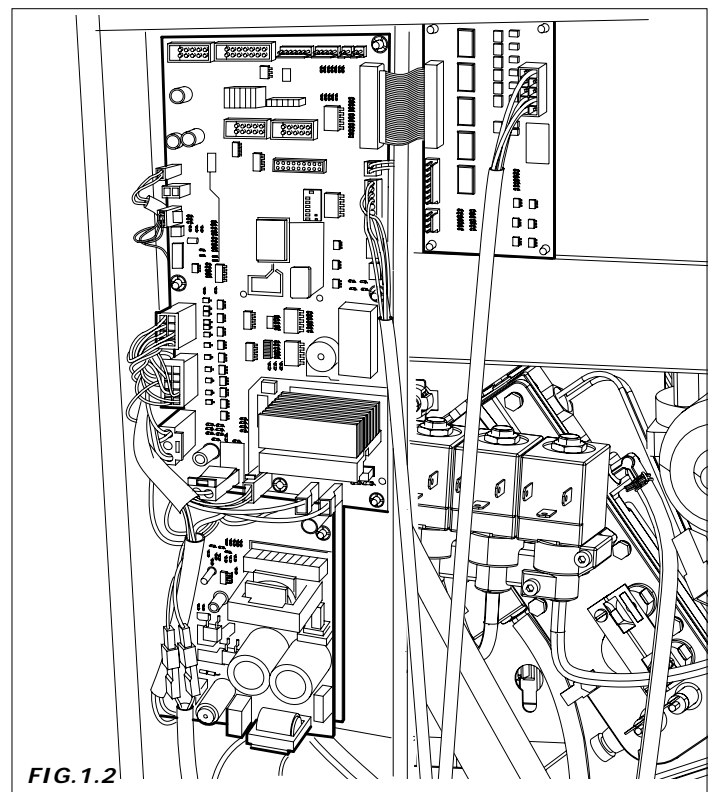

FIG. 1.2
- Versión de programa de la memoria de microprocessore (etiqueta adhesiva que hay colocada sobre un componente de la placa Master). (Fig. 1.2).